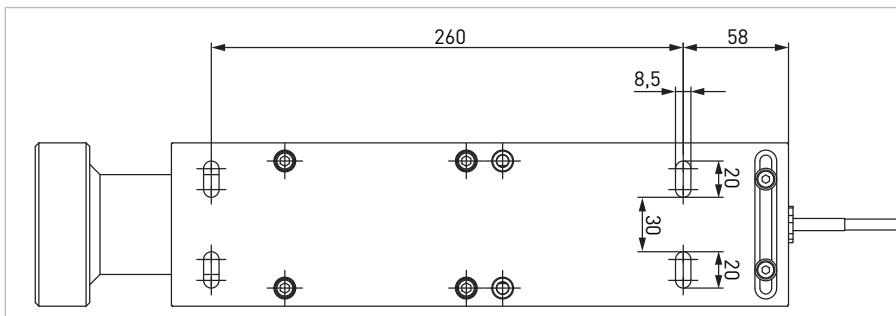

Abbildung 2
► Befestigen Sie die Zapfsäulenhalterung an den Haltebohrungen an der Tankstelle (Abbildung 2).